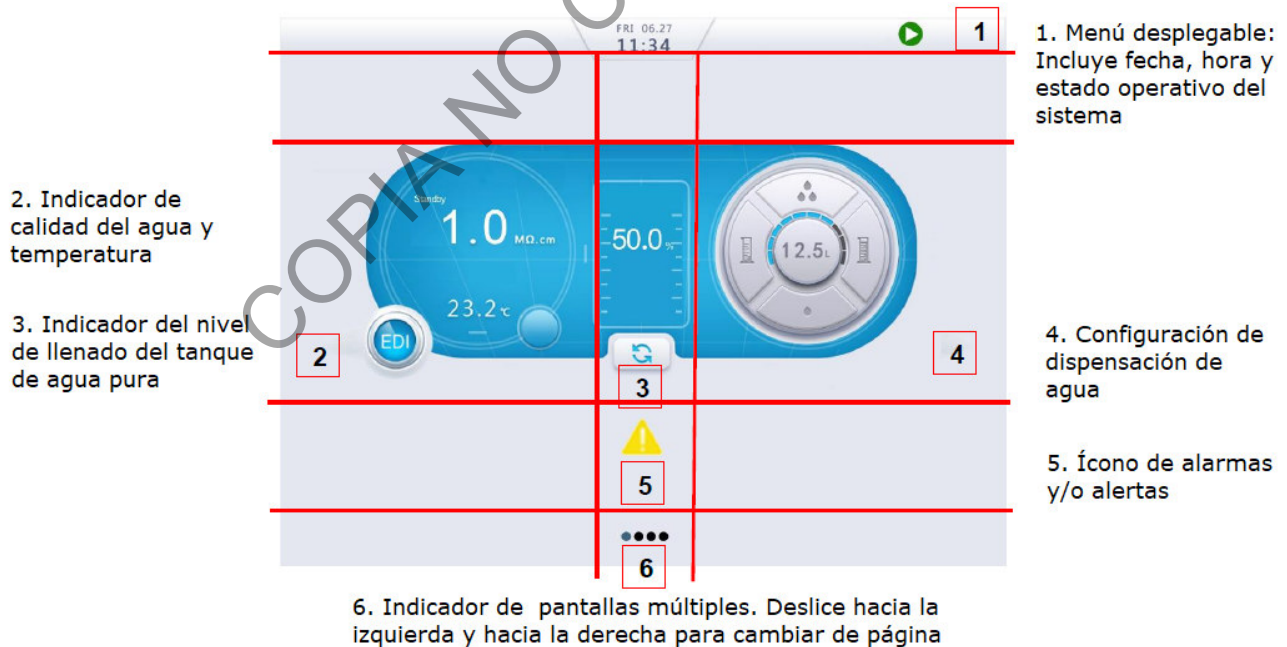

Figura 5. Significado de cada uno de los íconos de la consola de control.
Nota 3: En la pantalla de la consola de control del purificador se encuentra diferente información para el uso del equipo e información sobre la calidad del agua. En la figura 5 se encuentra el significado de cada uno de los íconos de la página principal de la consola de control.
- 7.3.1** Verifique al utilizar el equipo el nivel de llenado del tanque de almacenamiento (Figura 5). Al utilizarlo no deje que el nivel baje del 40%, igualmente, tome en cuenta que el agua dejará de dispensarse automáticamente si el nivel cae por debajo del 10% (tanque vacío).